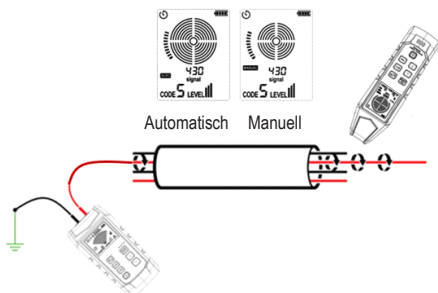

Abbildung 11.8.1a Spezifisches Kabel im Kabelbaum identifizieren
5. Siehe Abbildung 11.8.1a für die spezifische Anwendung.